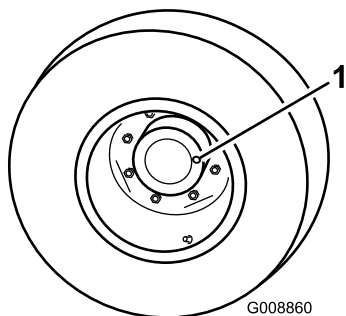

Рисунок 52
1. Поставьте машину на ровную поверхность и расположите колесо так, чтобы одна контрольная пробка (Рисунок 52) находилась в положении «12 часов», а другая в положении «3 часа».
2. Снимите пробку, находящуюся в положении «3 часа» (Рисунок 52).
2. Снимите пробку контрольного/заливного отверстия с левой стороны редуктора (Рисунок 52) и убедитесь в том, что масло доходит до нижней кромки отверстия. Если уровень масла низкий, долейте столько масла, чтобы довести его уровень до низа отверстия.